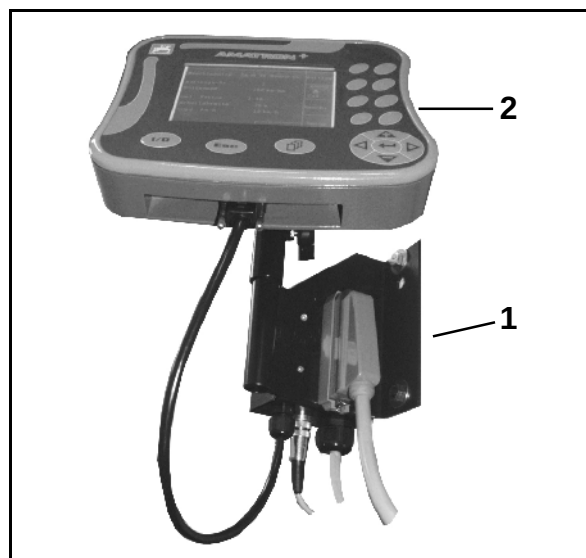

Fig. 171
- Lors du montage de l'équipement de base du tracteur (Fig. 171/1), vérifiez impérativement que la distance par rapport à la radio ou à l'antenne soit d'au moins 1 m.
1. Montez l'équipement de base du tracteur (Fig. 171/1) (console avec distributeur) de manière à ce qu'il ne subisse pas de vibrations et qu'il soit électriquement conducteur (enlevez la peinture sur le point de fixation) dans la cabine à portée de vue et de mains à droite du conducteur.
2. Insérez le support avec l'ordinateur (Fig. 171/2) dans le tube de la console.